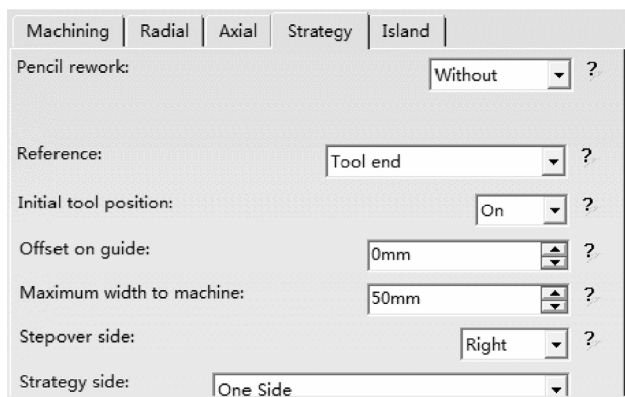

图 2-113 “Strategy” 选项卡
2) “Strategy” 选项卡如图 2-113 所示。该选项相关参数如下：